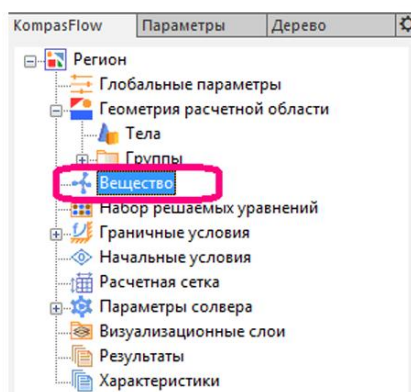

Рисунок 5
11. Параметры моделируемого вещества задаются в панели свойств элемента **Вещество** в дереве проекта KompasFlow(рис. 5). Например, если моделируется набегающий поток воздуха, то во вкладке «KompasFlow» нажатием правой кнопки мыши необходимо выделить элемент **«Вещество» - «Задание свойств Вещества»**: вещество: **«Воздух»**, фаза: **«Газовая (равновесная)»**.